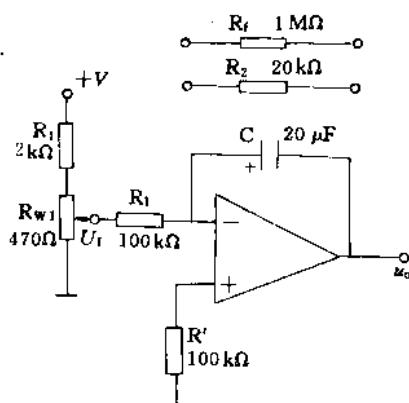

图 3-3
实验电路如图 3-3 所示。
2. 在图 3-3 所示积分电路中,当输入信号为方波时,它的输出电压是什么波形?改变输入信号的幅值及电阻 R_f 的大小,输出电压波形将如何变化?